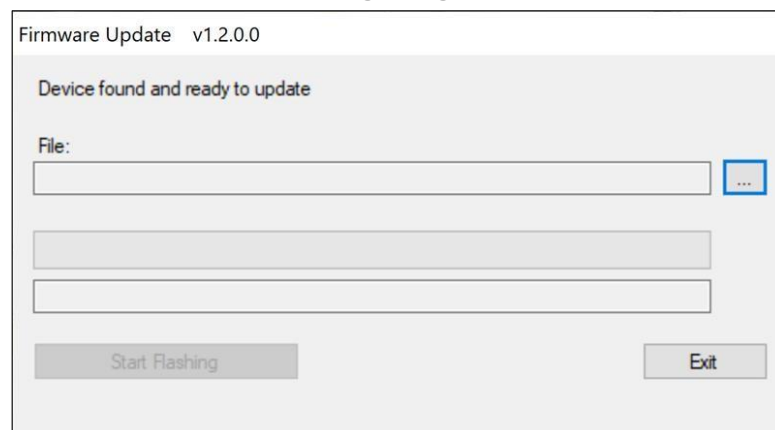

图 55- 固件更新窗口。
9. 在 LightBridge 中，从 "**工具**" 下拉菜单中选择 "**固件升级**"（图 54）。图 54).固件更新窗口将出现（图 55）。图 55)。